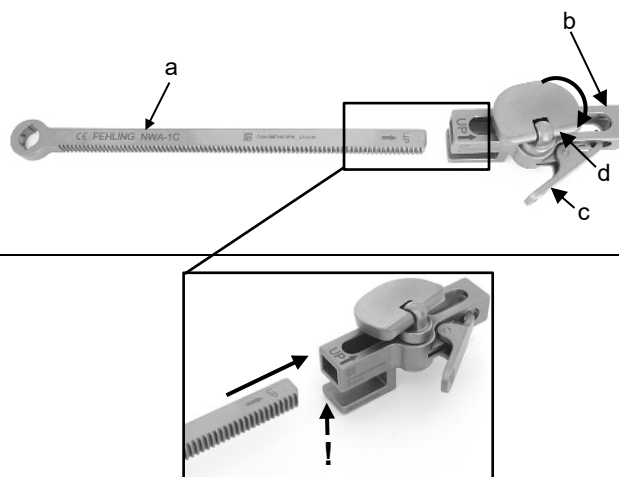

Abb. 19
Sowohl die Hakenführung (a) als auch der Fixierschlitten (b) haben eine mit „Pfeil“ und „UP“ gekennzeichnete Seite. Vor dem Einführen der Hakenführung (a) in den Fixierschlitten (b) ist darauf zu achten, dass die beiden gekennzeichneten Seiten nach oben zeigen. Das Einführen der Hakenführung (a) in den Fixierschlitten (b) erfolgt in der gekennzeichneten Pfeilrichtung (Abb. 19). Der Pfeil auf dem Fixierschlitten (b) bezieht sich ausschließlich auf das Einführen der Hakenführung (a) und nicht für die Aufnahme des Spreizer Rahmens. Die Hakenführung (a) wird soweit durch die Öffnung des Fixierschlittens (b) geschoben, bis die Sperre (c) auf der Zahnstange der Hakenführung (a) greift. Während des Einführens muss die Sperre (c) durch Niederdrücken entriegelt werden.
**Wichtig:** Der Fixierschlitten (b) ist so auszurichten, dass sein U-Profil zum Situs hin offen ist (Abb. 19).